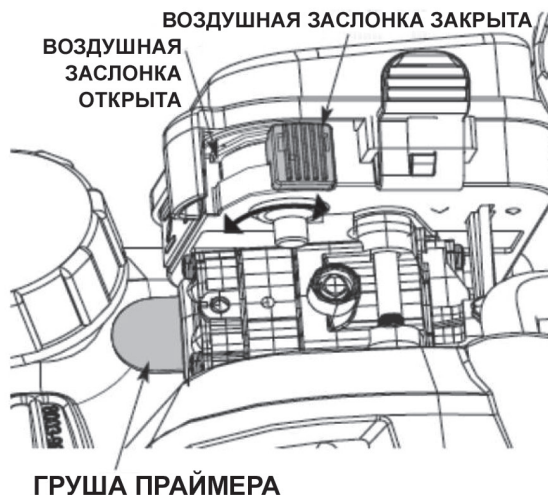

РИС. 10
- 3) Медленно нажмите и отпустите грушу праймера 10 раз (рис. 10).
- 4) Переместите рычаг воздушной заслонки в положение Закрыто (OFF) (Рис. 10).